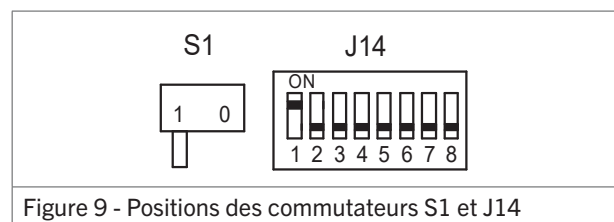

Figure 9 - Positions des commutateurs S1 et J14
2. Positionner comme suit les commutateurs S1 et J14 du module de commande (figure 9/10) :